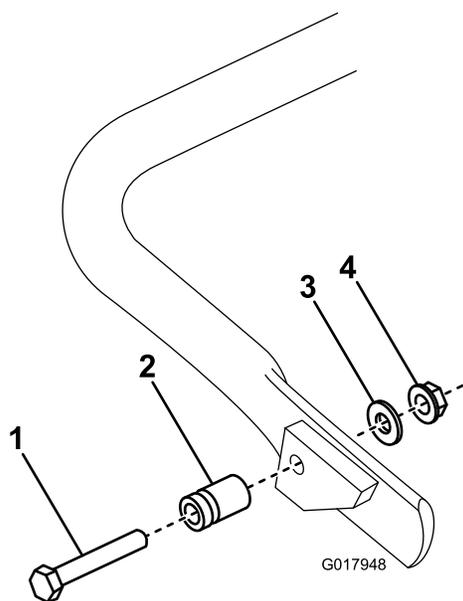

Figura 6
1. **Solo su GR1600**, collegate il prigioniero a molla al lato destro del cavalletto (Figura 6) utilizzando bullone, rondella, dado a testa frangiata in dotazione.